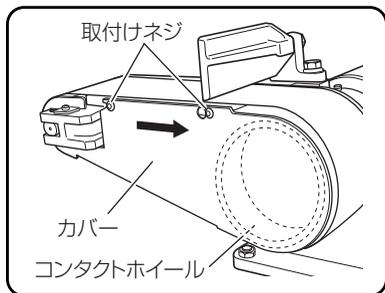

図 18
- (1) 取付けネジを、付属の六角棒スパナ (3 mm) でゆるめ、カバーを矢印の方へ移動させて取りはずします。(図 18)